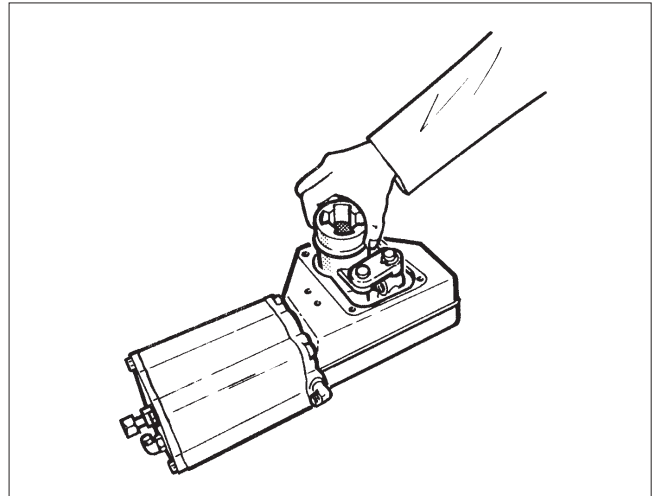

Fig. 13 Retrait du mécanisme
- Tourner le levier (3) de façon que l'articulation se détache de la tige (10) du piston. Lever et sortir du boîtier le mécanisme complet (cf. figure 13).
- Enlever les paliers du levier (23), les joints toriques (17) et la bague de prise de terre (3A).
- Mettre en place la bague de prise de terre (3A), les paliers de levier (23) et les joints toriques (17). Les bagues antistatiques (3A et 4A) sont nécessaires pour assurer la conformité ATEX.
- Remonter l'accouplement puis poser le boîtier. Voir Figure 13 pour la bonne position. Ne pas oublier la bague (4A).
- Enduire d'un produit d'étanchéité, p. ex. du Loctite 255, le filetage de la vis de fixation (29) de l'articulation et la serrer selon le tableau 2.